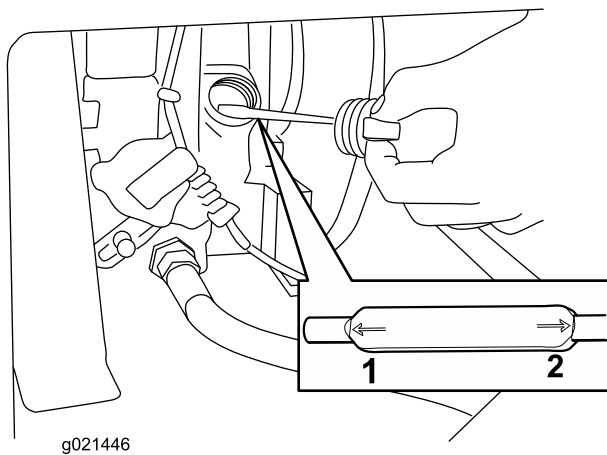

Figura 6
3. Limpie alrededor de la varilla (Figura 6) para impedir que caiga suciedad por el orificio de llenado y cause daños en el motor.
4. Desenrosque la varilla de aceite y limpie el extremo (Figura 6).
5. Enrosque la varilla de aceite a fondo en el tubo de llenado (Figura 6).